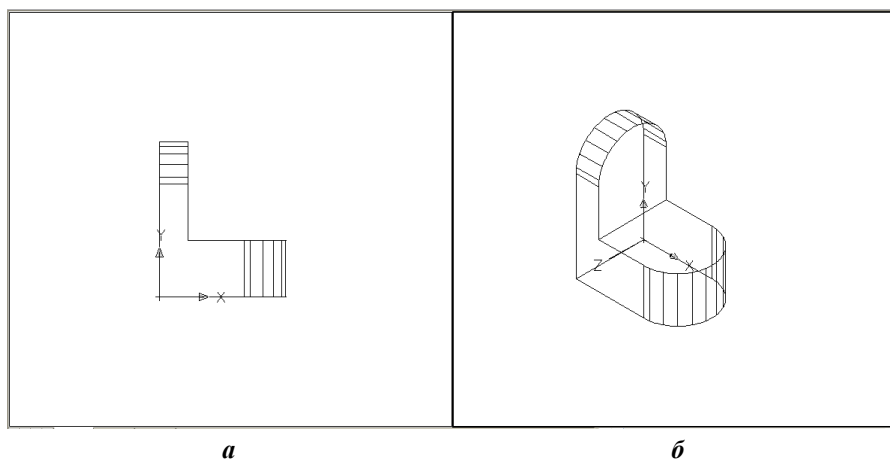

Рис. 11.20
натискаємо на клавішу ENTER. Отримуємо результат, показаний на рис. 11.20,*а*.
10. Переходимо на лівий екран вигляду і встановлюємо на ньому вигляд зверху, тобто змінюємо ПСК (див. рис. 11.20,*б*). Необхідність зміни ПСК пояснюється тим, що кола, дуги і циліндри прорисовувалися паралельними площині XY , тому для отримання бажаних результатів необхідно здійснити поворот ПСК.